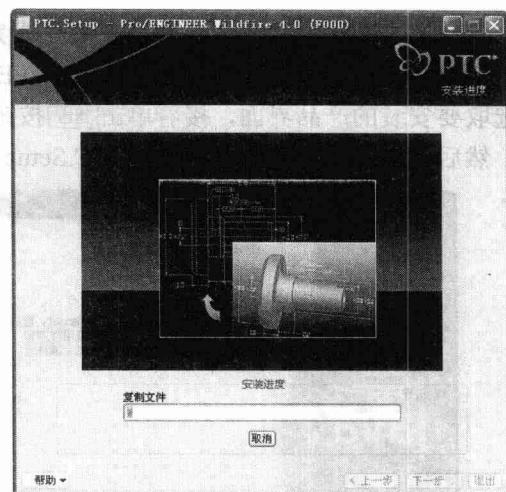

图 1-11 安装进度界面
(10) 单击**安装**按钮进入安装进度界面，如图 1-11 所示。